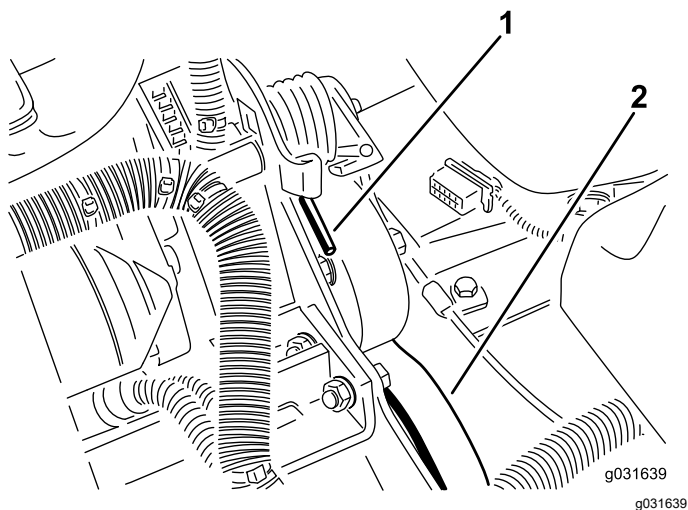

Figure 62
2. Appuyez sur l'extrémité du ressort et poussez-la vers l'avant pour décrocher le ressort du support et le détendre (Figure 62).